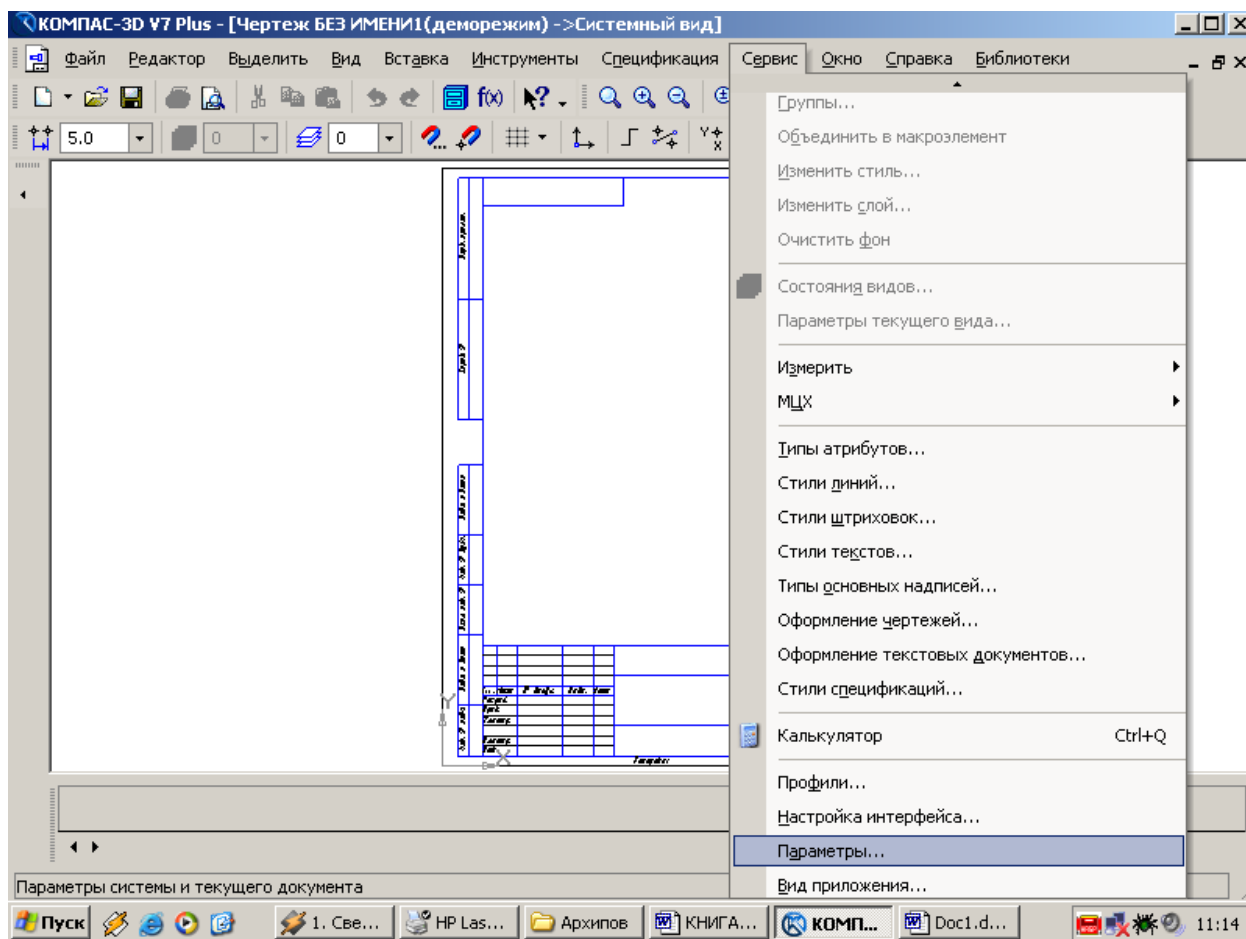

Рис.8 Выбор формата
1. Вызвать команды Сервис – Параметры...- Текущий чертеж - Параметры листа – Формат (рис.8 и 9).
С помощью окна, изображенного на рис.8, выбирается необходимый формат и его ориентация.